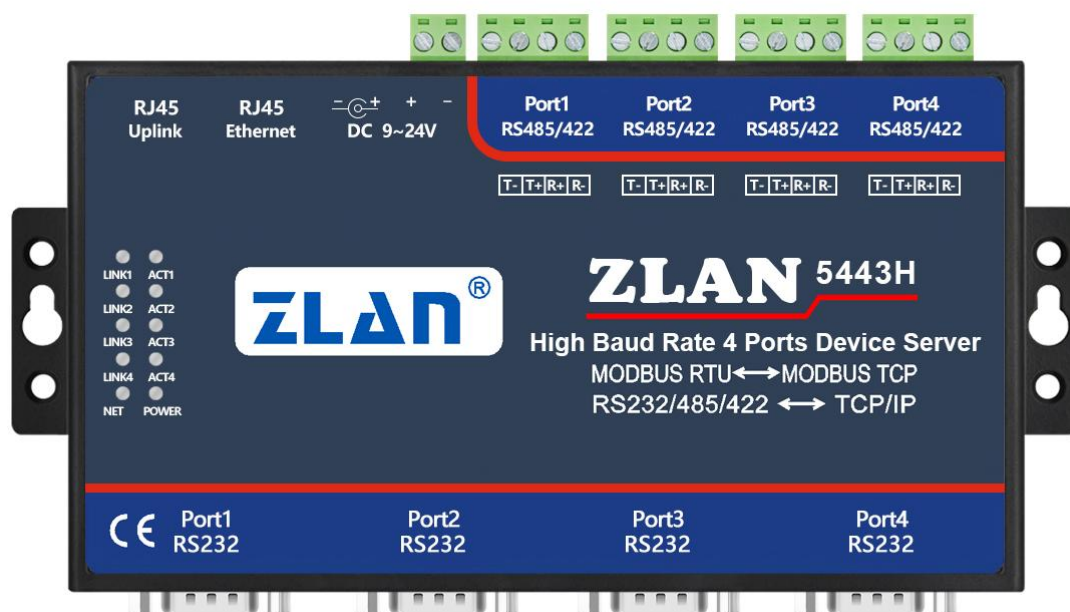

图 2 ZLAN5443H 正面图
ZLAN5443H 的正视图如图 2 所示。
- a) 485/422 串口: 作为 485 使用时只需连接其中的 2 根线，作为 422 使用时，应连接 4 根线。线序如图 2 所示。